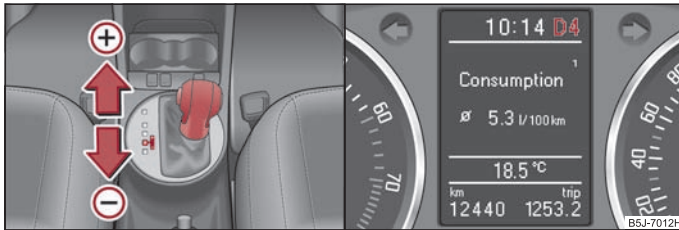

Abb. 101 Wählhebel: manuelles Schalten / Großes Informationsdisplay: manuelles Schalten
Die eingelegte Wählhebelstellung wird zusammen mit dem eingelegten Gang im Informationsdisplay des Kombi-Instruments angezeigt ⇒ Abb. 101 rechts.
- Tippen Sie den Wählhebel (in der Tiptronic-Stellung) nach vorn an ⇒ Abb. 101 ⊕.